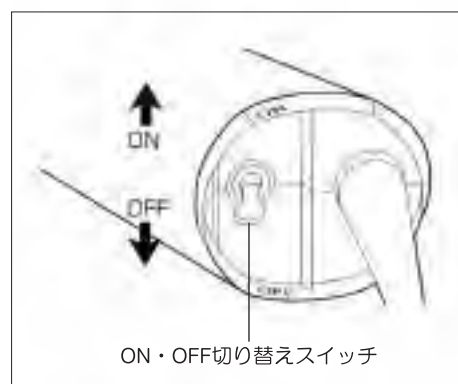

図7
- 本機後部にある、ON・OFF切り替えスイッチをON側に倒すとスイッチが入り、OFF側に倒すとスイッチが切れます。(図7参照)